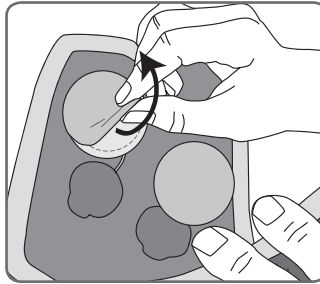

Abbildung 6-14: Entfernen der L300-Gewebeelektroden
2. Ziehen Sie die L300-Gewebeelektroden vorsichtig von den Basen ab. Achten Sie darauf, nicht die Basen von der L300-FS-Manschette zu lösen (siehe Abbildung 6-14).